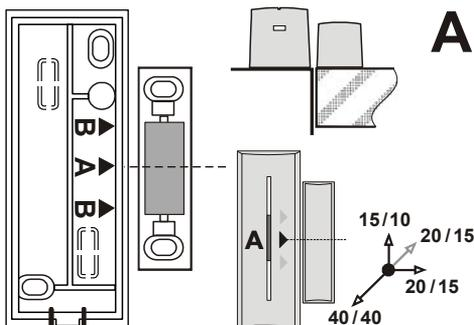
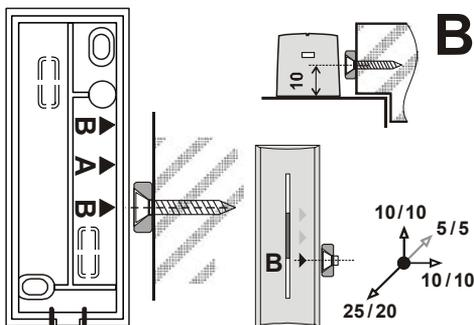

fig. 5
fig. 6
- Přišroubujte magnet na pohyblivou část dveří (okna). Magnet v plastovém pouzdře umístíte středem pouzdra proti šípce A, prstencový magnet musí být proti šípce B. Vzdálenost magnetu od vysílací části má být při zavřených dveřích co nejménší. Vzdálenost pro aktivaci při oddálení magnetu ve všech osách a pro nemagnetický / magnetický montážní podklad jsou uvedeny v obrázku fig. 5 a fig. 6. *Pozn. Pro výškové nastavení A magnetu použijte dodanou podložku.*
Typická rozptýlená/spínací vzdálenost **fig. 5 a fig. 6**